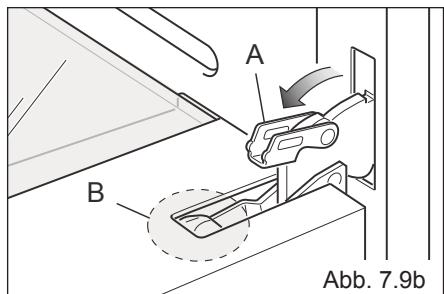
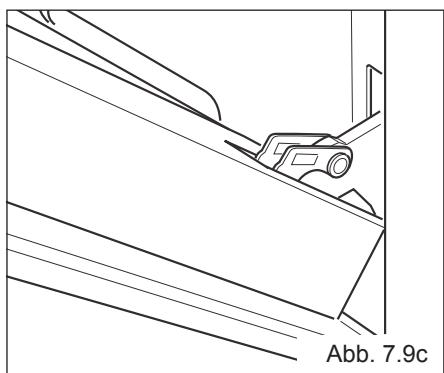

Abb. 7.9b
Abb. 7.9c
- Den Hebel "A" des rechten und des linken Scharniers vollkommen öffnen (Abb. 7.9b).
- Die Tür langsam schließen (Abb. 7.9c) bis die Hebel "A" des rechten und des linken Scharniers aus dem Teil "B" der Tür ausrasten (Abb. 7.9b).